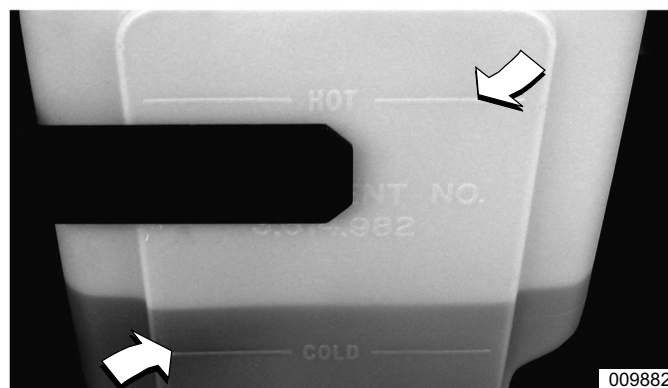

Рисунок 5-6. Расширительный бачок охлаждающей жидкости
1. См. Рисунок 5-6. Убедитесь в том, что уровень охлаждающей жидкости на расширительном бачке находится между отметками HOT (ГОРЯЧАЯ) и COLD (ХОЛОДНАЯ).